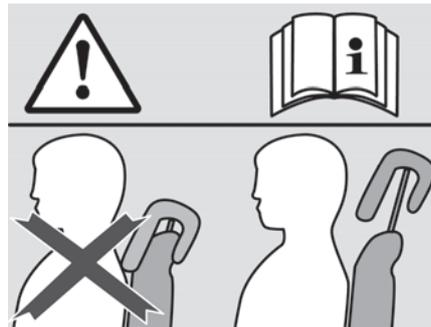

Fig. 16 Ajuste correcto de los reposacabezas
- Tirar hacia arriba o empujar hacia abajo el reposacabezas hasta que haya alcanzado la posición adecuada (Fig. 16).